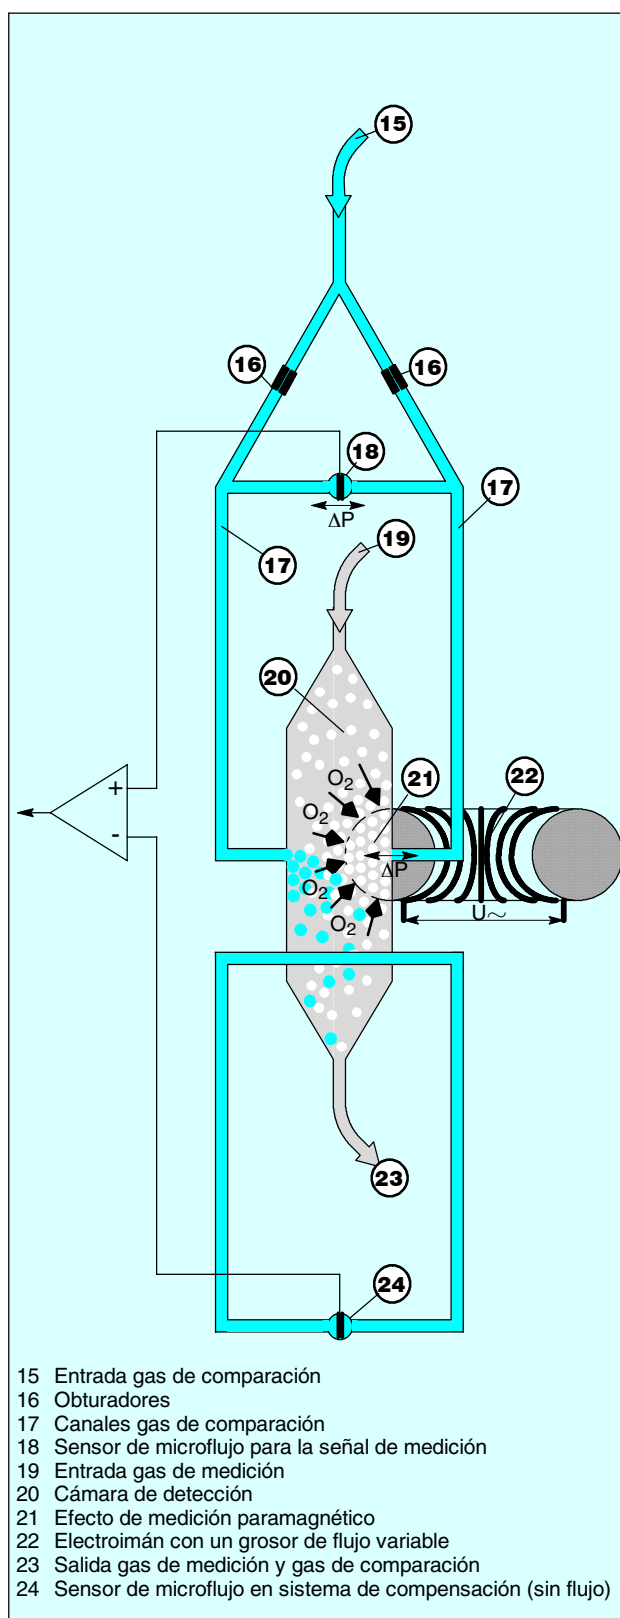

Fig. 3-4 Funcionamiento
En el canal **OXYMAT**, uno de los gases (15, fig. 3-4) es el gas de comparación (N_2 , O_2 o aire), el otro es el gas de medición (19, fig. 3-4). El gas de comparación se lleva a la cámara de detección (20) a través de dos canales (17). Uno de los flujos de comparación se encuentra con el gas de medición en el área del campo magnético (21). Debido a que todos los canales están unidos entre sí, la diferencia de presión proporcional a la diferencia entre el contenido de oxígeno en el gas de medición y el gas de comparación, crea una corriente que ha de ser convertida por un sensor de microflujo (18) en una señal eléctrica.